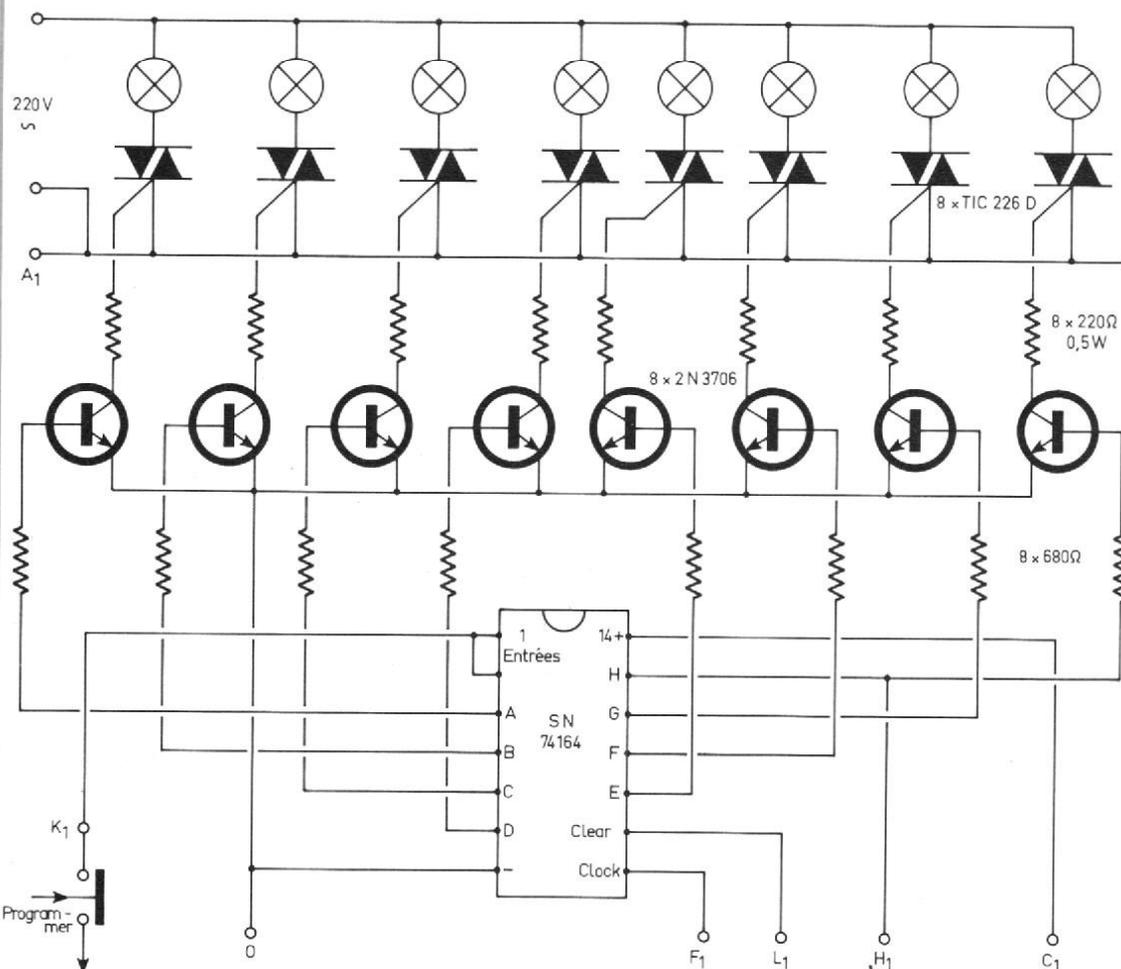
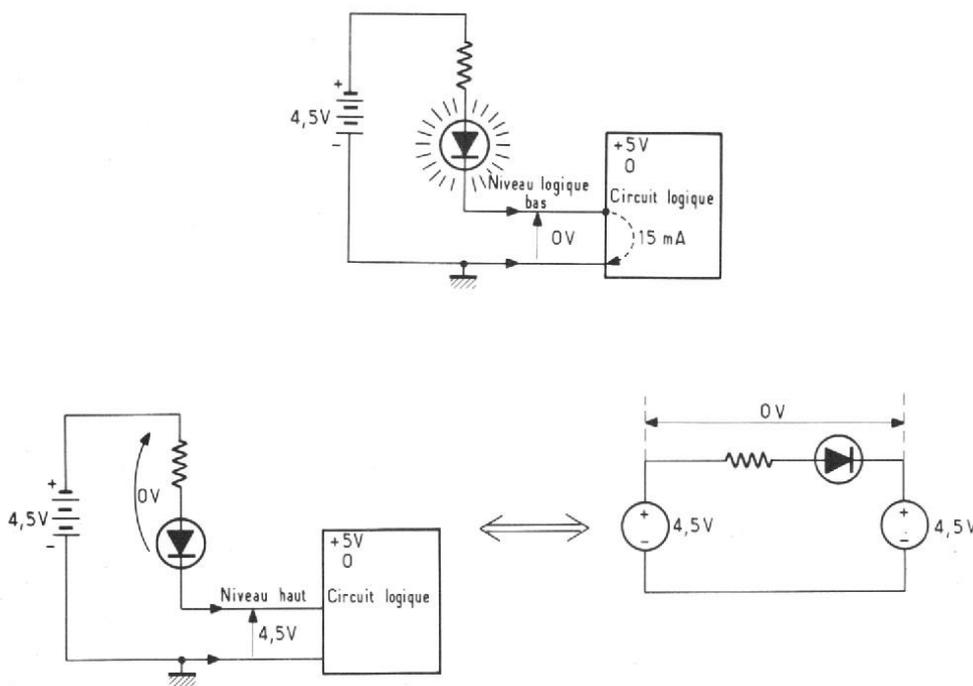

Fig. 8. - Utilisation d'un registre à 8 étages. Ce circuit est compatible avec ceux des figures 3 à 5.
Fig. 3
La figure 8 montre le circuit d'utilisation de ce registre. Le dessin a été disposé de manière qu'on puisse établir le plan d'implantation d'une façon presque immédiate. Il reste à remarquer que ce registre ne possède pas d'entrée « preset ». Cela n'a d'ailleurs une importance que si on l'utilise (fig. 7) en premier lieu car, sur tous les registres suivants, l'entrée « preset » ne sert, de toute façon, à rien. Ainsi aucune modification du schéma n'est nécessaire si on utilise un SN 7496 en premier lieu et des SN 74164, on peut « programmer » en appliquant simplement un « 1 » à l'entrée du registre, c'est-à-dire en ouvrant la connexion correspondante par une touche (fig. 8, en bas). Les éléments Cb3 et R5 du schéma de la figure 3 deviennent alors inutiles et, en position « défilement », l'allumage n'étant plus automatique, dès la mise sous tension il faut le programmer manuellement.
La combinaison de registres de 5 à 8 étages peut donc avoir un certain avantage. Seulement, cela fait 13 ampoules, nombre dont vous ne voulez peut-être en aucun cas. Or il est parfaitement possible de le ramener à 12, par exemple en connectant la sortie H1 (fig. 8), non pas sur le plot H, mais sur le plot G du registre. On en utilise alors que 7 étages et il est, bien entendu, inutile d'installer un transistor et un triac sur le 8e (H). De cette façon, il est possible d'obtenir un nombre quelconque de commandes et rien n'empêche l'installation d'un commutateur permettant de modifier ce nombre à tout instant.
Le dispositif, correctement branché, peut indiquer les niveaux logiques ou la présence et l'absence de la tension d'alimentation. La mesure est basée sur le fait que la LED restera éteinte si une tension positive se met en opposition avec la pile qui l'alimente. Comme on le voit sur la figure 3, un niveau « 0 » déclenché allume la LED, alors qu'un niveau « 1 » l'éteint.
On pourra adapter le câblage à l'emplacement dont on dispose dans l'appareil à équiper. Nous proposons une réalisation dont la compacité pourra satisfaire de nombreux cas. Le dessin du circuit imprimé, vu par sa face cuivrée et à l'échelle 1, est indiqué à la figure 3. La figure 4, complétée par la photographie de la figure 5, illustre la disposition des composants contre la face isolante du substrat.